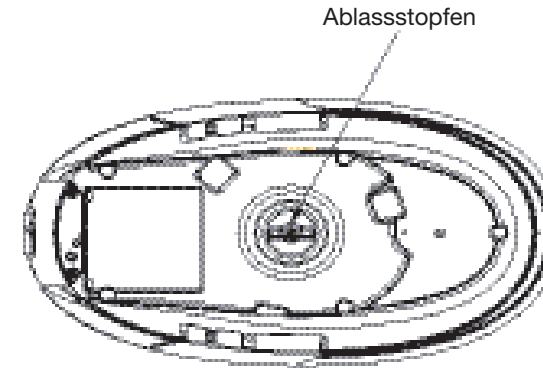

ABBILDUNG 6
1. Drehen Sie den Boiler um und schrauben Sie den Ablassstopfen ab (Abbildung 6), leeren Sie dann das im Boiler enthaltene Wasser.